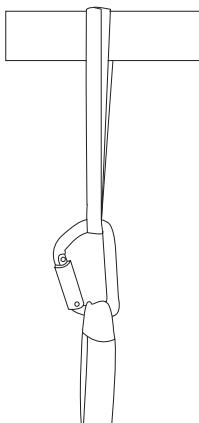
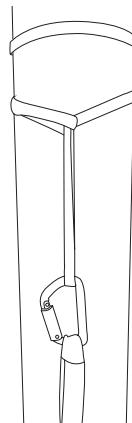
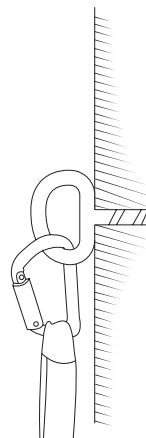

Bild 1A: Horisontell förankring
Bild 1B: Vertikal förankring
Bild 1C: Fast förankringspunkt i konstruktionen
2. Lägg förankringsslingan runt ett konstruktionselement och genom karbinhaken (bild 1A).
Om förankringsslingan placeras runt ett vertikalt konstruktionselement ska den dras runt detta två gånger och sedan genom sig själv. Fäst därefter karbinhaken enligt bild 1B. Kontrollera att förankringsslingan läses fast. I bild 1C visas hur man fäster karbinhaken till en fast förankringspunkt i konstruktionen, EN 795 klass A.
4. Lossa karbinhaken från förankringsslingan. Lägg förankringsslingan runt ett konstruktionselement och genom karbinhaken såsom visas i bild 1A eller bild 1B. Förankringspunkten måste tåla en belastning på 12 kN (EN 795). Fäst **SMARTLINE X** enligt bild 4.